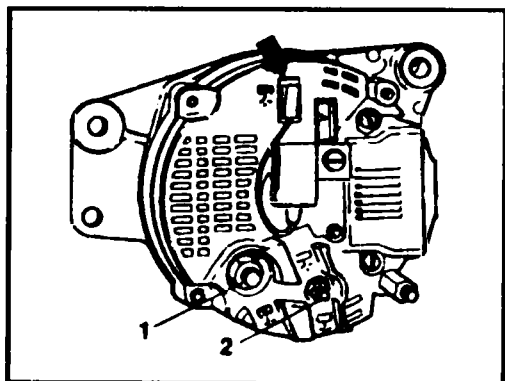

Рис. 11.3 Генератор Valeo - вид сверху.
- ◆ Снимите клеммы с аккумулятора. Из задней части генератора выньте электрический разъем (генератор Bosch) или отсоедините провода (генератор Valeo, см. рис. 11.3).